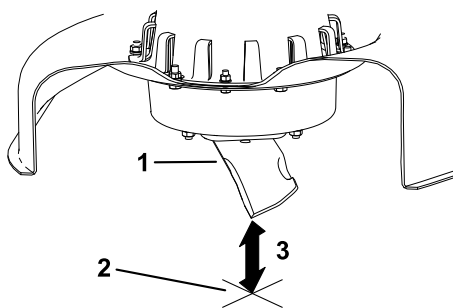

Figura 32
5. Măsurai de la vârful lamei până la suprafața plană (Figura 32).